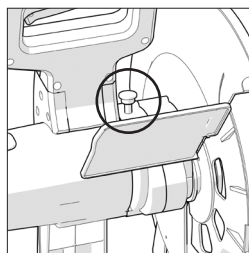

Fig. 3
- Ponga el seguro del eje pulsando el botón del seguro del eje. (**Fig. 3**)